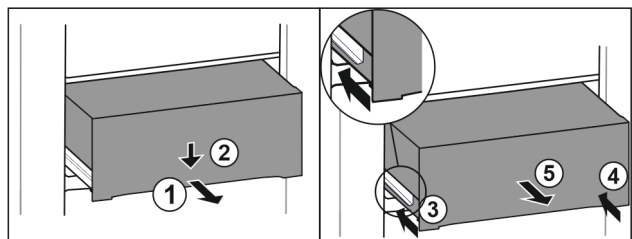

Fig. 167
- ▶ Schubfach halb herausziehen. Fig. 167 (1)
- ▶ Schubfach an der Vorderseite nach unten drücken. Fig. 167 (2)
- ▶ Linke Schiene etwa 2 cm einschieben. Fig. 167 (3)
- ▶ Rechte Schiene etwa 2 cm einschieben. Fig. 167 (4)
- ▶ Schubfach nach vorne entnehmen. Fig. 167 (5)